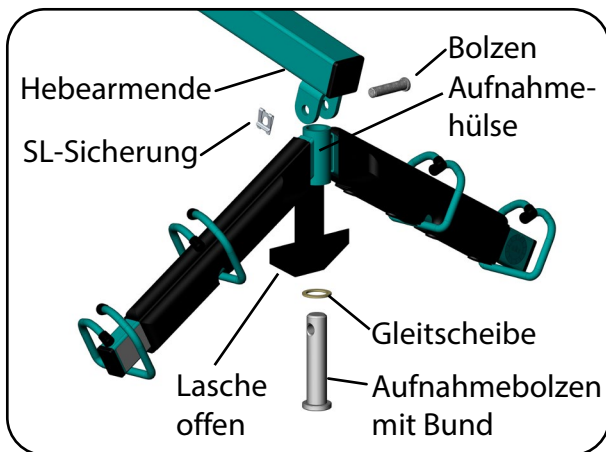

Abb. 6.2.07 - Montage Transportbügel
10. Zur Montage des Transportbügels öffnen Sie die Bügelpolsterung (Lasche). Entfernen Sie die SL-Sicherung und danach den Bolzen aus der Bohrung am Ende des Hebearms. Damit haben Sie den Aufnahmebolzen mit Bund vom Hebearm getrennt (Abb. 6.2.07).
12. Stecken Sie den Aufnahmebolzen mit Bund zusammen mit der Gleitscheibe von unten durch die Aufnahmehülse des Transportbügels (Abb. 6.2.07). Die Gleitscheibe liegt dabei auf dem Bund des Aufnahmebolzens.